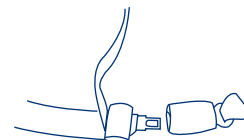

Fig. 18-1
- i) Un cinturón de falda (horizontal) que se ajuste manualmente y que permanezca ajustado mientras el vehículo esté en movimiento es adecuado para usarse con el Asiento de Seguridad. Tirando el cinturón por la hebilla después que la hebilla esté abrochada ajusta este tipo de cinturón de seguridad (Fig. 18-1).